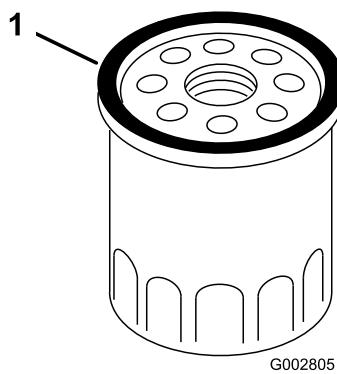

Figura 27
7. Con il dito, spalmate l'olio sulla guarnizione del nuovo filtro (Figura 27).